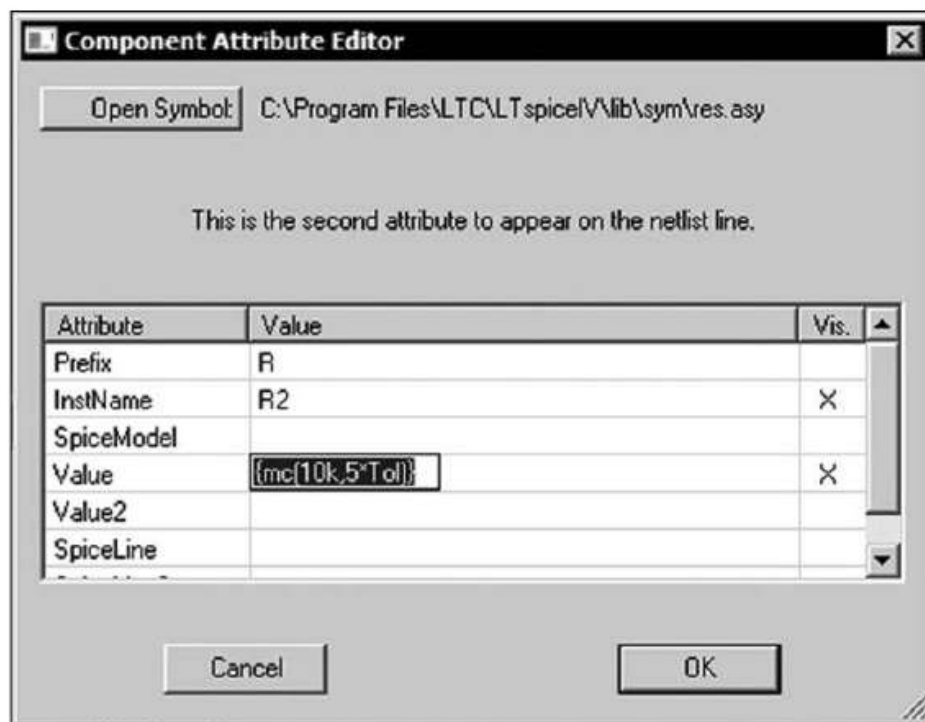

Figure 5.4
3. *Component Attribute Editor*. Pour ouvrir cette fenêtre, appuyez sur **Ctrl + clic droit** ou **AltGr + clic droit** sur le corps du composant, ce qui ouvre la fenêtre suivante, figure 5.4.